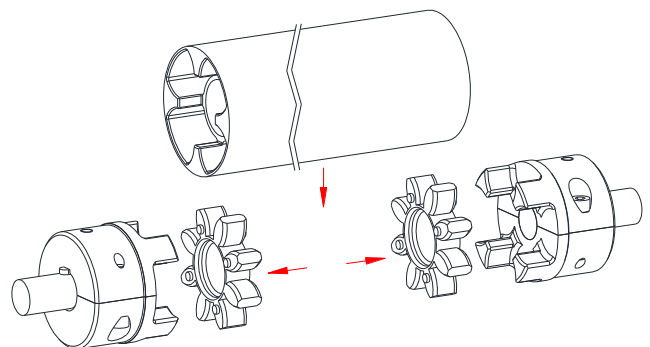

Bild 6: Montage der Zahnkränze und des ZRS-Zwischenrohrs
- Setzen Sie die Zahnkränze (Bauteil 2) in die Nockenpartie der An- und Abtriebsseite ein (siehe Bild 6).
- Setzen Sie das ZRS-Zwischenrohr (Bauteil 3) zwischen die SPLIT-Naben der An- und Abtriebsseite (siehe Bild 6).